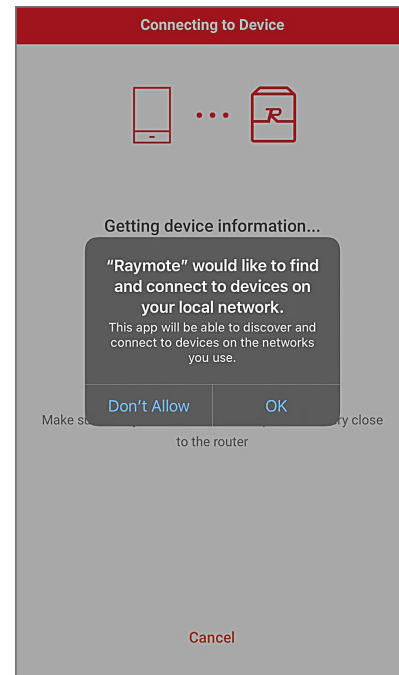

Figure 91. Accorder permissions
**NOTE:** lors de la première installation sur un téléphone, l'application Raymote demande d'autoriser l'accès aux données. Voir Figure 91.